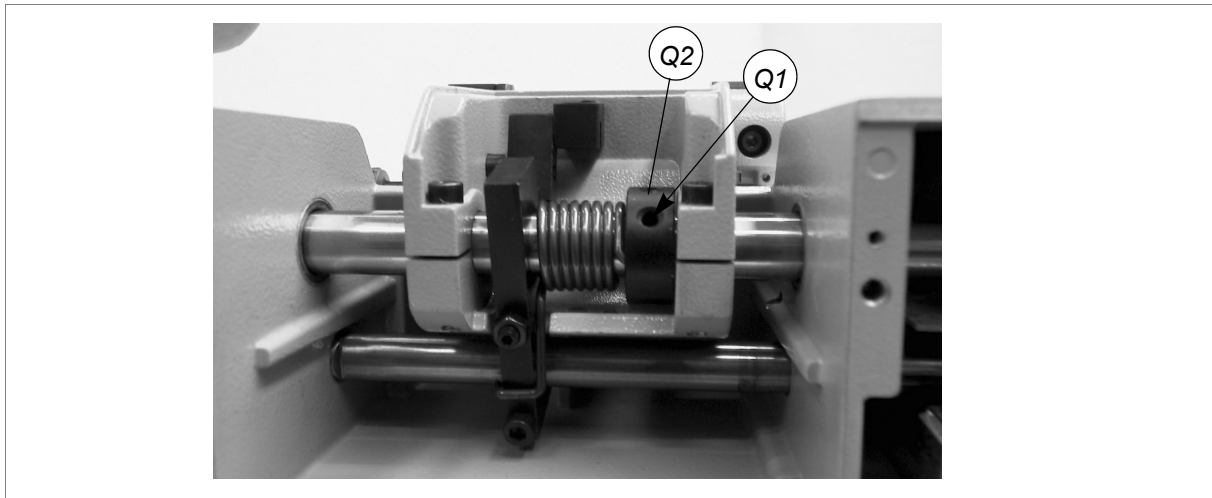

Fig. 41
- 12) Aflojar el tornillo sin cabeza (Q1) de la arandela (Q2) para resorte (fig.41, pág.28).